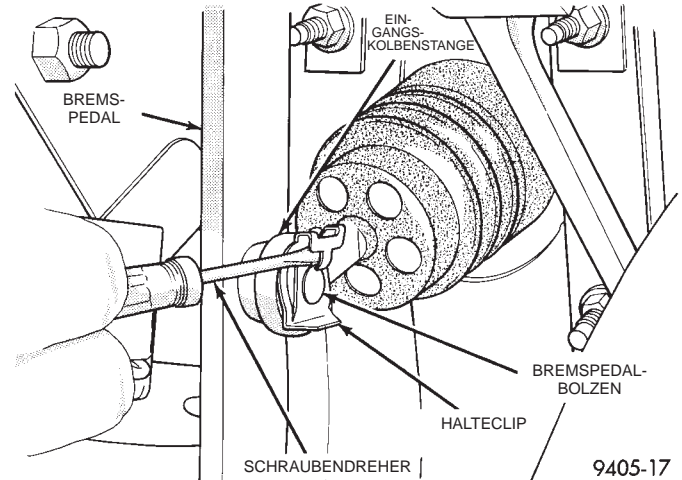

Abb. 113 Haltestift/Eingangskolbenstange
(16) Unterdruckschläuche vom Rückschlagventil am Unterdruckbremskraftverstärker lösen.
(17) Die Befestigung zwischen der Eingangskolbenstange des Bremskraftverstärkers und Bremspedal unter der Instrumententafel suchen. Einen kleinen Schraubendreher unter die mittlere Nase des Halteclips stecken (Abb. 113). Den Schraubendreher